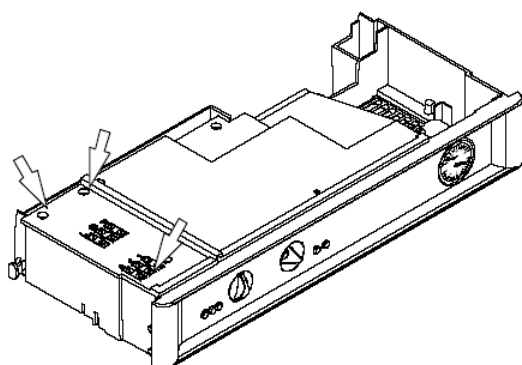

Рис. 8.1
7. Ослабьте шурупы и снимите защитную крышку клеммного отсека панели управления (рис. 8.1.)